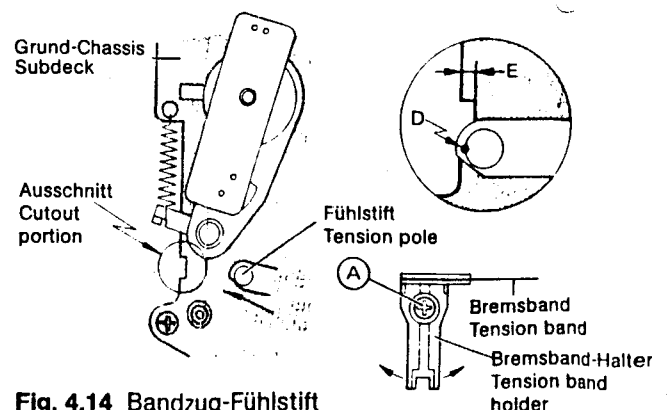

Fig. 4.14 Bandzug-Fühlstift
2. Punkt D des Fühlstiftes muß innerhalb des Bereiches E liegen (Fig. 4.14).
3. Falls notwendig, Schraube (A) lösen und einstellen.
4. Bremszug-Meßcassette einlegen und starten. Der richtige Bremszug liegt zwischen 30-40 gcm. Bei falschem Bremszug Schraube (A) lösen und innerhalb des Bereiches E justieren. Werden hierdurch keine richtigen Werte erreicht, muß die Feder des Bremszughebels erneuert werden.
2. Point D of the tension pole must lie within the range E (Fig. 4.14).
3. If necessary loosen screw (A) and readjust.
4. Insert the back tension cassette and start the recorder. The correct brake tension lies between 30-40 gcm. If the tension is incorrect, loosen screw (A) and adjust within the range E. If the correct value cannot be obtained, the spring of the brake tension lever must be renewed.